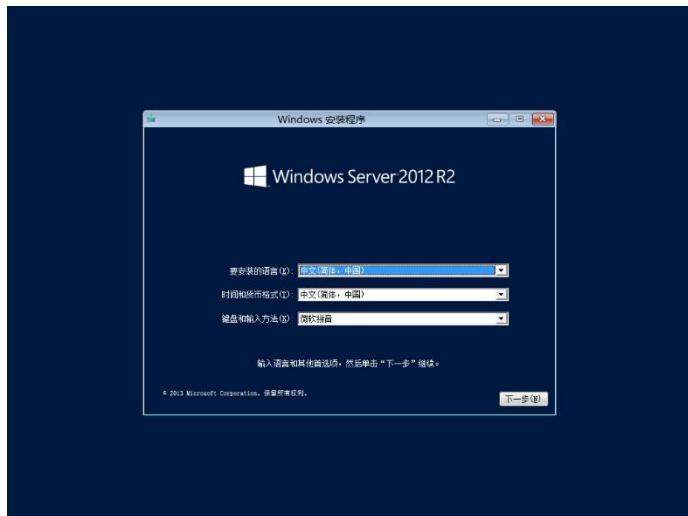

图 6-2
- c. 加载系统文件完成后，进入 Windows 安装的语言、时间/货币格式及键盘和输入法的设置。如图 6-2 所示。